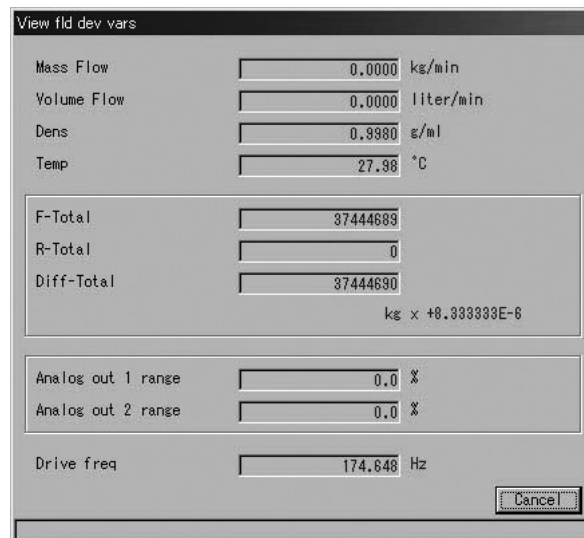

図17
- ② 図17のような、プロセス値計測用のメッセージボックスが現れます。